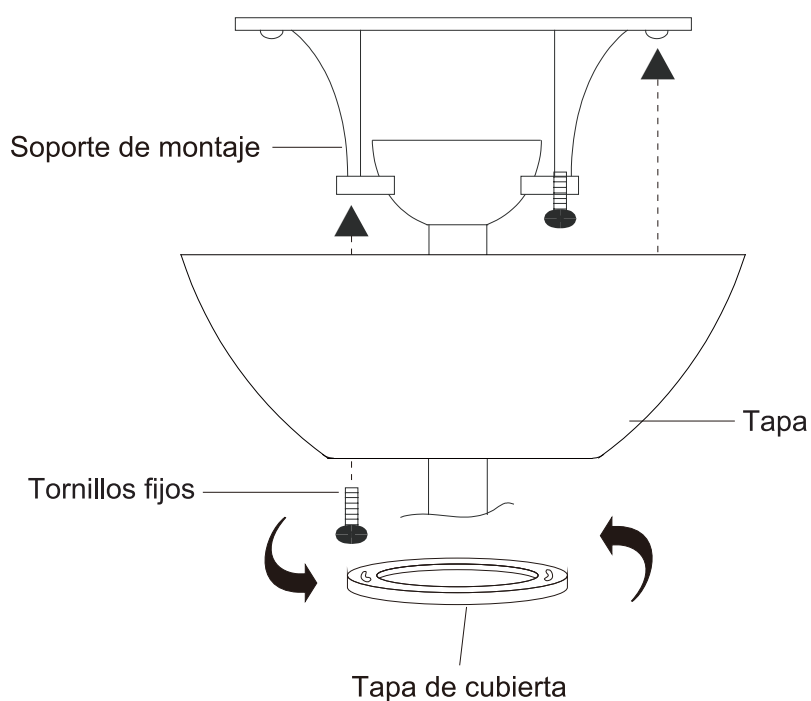

FIG. 11
Paso 2. Levante la tapa con mucho cuidado al soporte de montaje, y compruebe que el tornillo aflojado haya insertado en el agujero de la llave en la tapa. Gire la tapa en sentido horario. (Fig. 11)
Paso 3. Fije la tapa por reemplazando el tornillo previamente quitado y apretando el tornillo previamente aflojado. (Fig. 11)
Paso 4. Coloque la cubierta de tapa en la misma y gire la cubierta de tapa en el sentido de la aguja del reloj hasta que él bloquee en su posición. (Fig. 11)